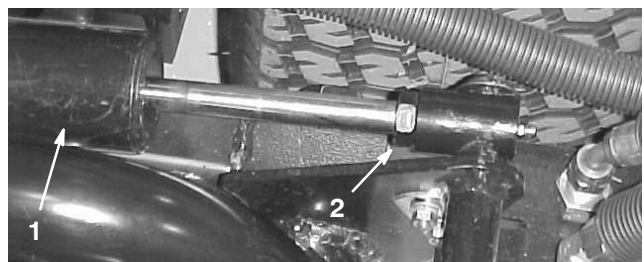

Bild 10
3. Starten Sie den Motor, heben die Mähwerke an und prüfen, ob der Abstand zwischen der Abnutzungsleiste an der Oberseite des hinteren Mähwerks und der Stoßstangenbefestigung zwischen 0,51 und 2,54 mm liegt (Bild 9). Justieren Sie den hinteren Zylinder, bis sich der richtige Abstand ergibt, wenn der Abstand davon abweicht. Senken Sie zum Einstellen des Zylinders die Mähwerke ab und drehen die Klemmmutter am Zylinder zurück (Bild 10). Halten Sie die Zylinderstange mit einer Zange und einem Lappen nahe an der Mutter und drehen die Stange. Heben Sie die Mähwerke an und prüfen den Abstand nach. Wiederholen Sie diesen Vorgang nach Bedarf. Ziehen Sie nun die Klemmmutter am Lastbügel fest.